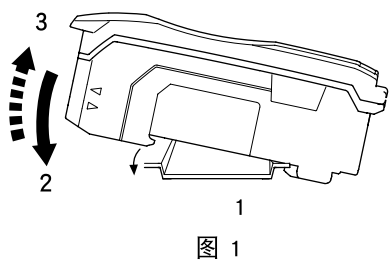

图 1
- 1、安装在DIN轨道上时，如图 1，将主机底部的卡槽与轨道对齐，按照箭头 1 的方向推动主机的同时，使其往箭头 2 的方向倾斜。